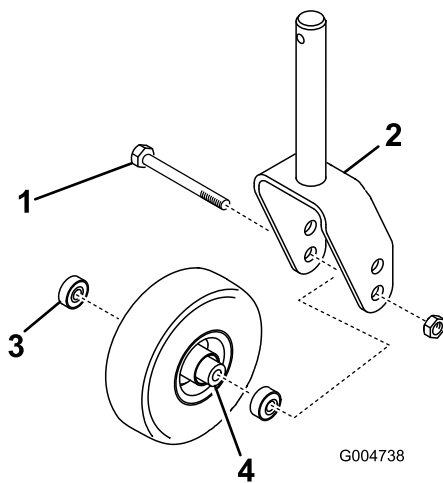

Figura 27
1. Retire la contratuerca del perno que sujeta el conjunto de la rueda giratoria en la horquilla (Figura 27). Sujete la rueda giratoria y retire el perno de la horquilla o del brazo de pivote.
2. Retire el cojinete de la rueda y deje que se caiga el suplemento del cojinete (Figura 27). Retire el cojinete del otro lado de la rueda.